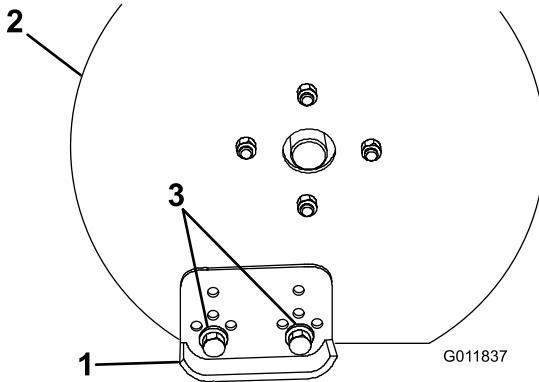

Figure 17
- Retirez les écrous, rondelles et boulons qui fixent les patins au carter (Figure 17).
| 3. Positionnez les patins au même endroit de chaque côté de manière à obtenir un raclage uniforme, et fixez les patins avec les écrous, rondelles et boulons (Figure 17). |   |